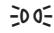

Fig. 85 Junto al volante: mando de las luces (una variante).
- **Encender los faros antiniebla** ☞: Tire del mando de las luces → **fig. 85** hasta el primer encastre. El testigo de control ☞ se enciende en verde en el mando.